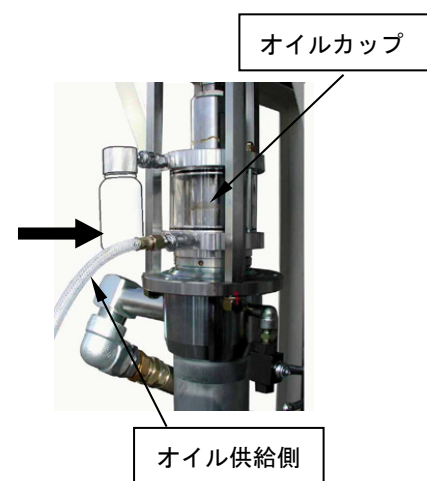

Fig.6.2
- 2) ハンドオイルポンプ HOP-200W（オプション）からのホースを下側カプラーに接続してください。(Fig.6.2)
- 4) 充填後、ホースを取り外してください。(Fig.6.2)